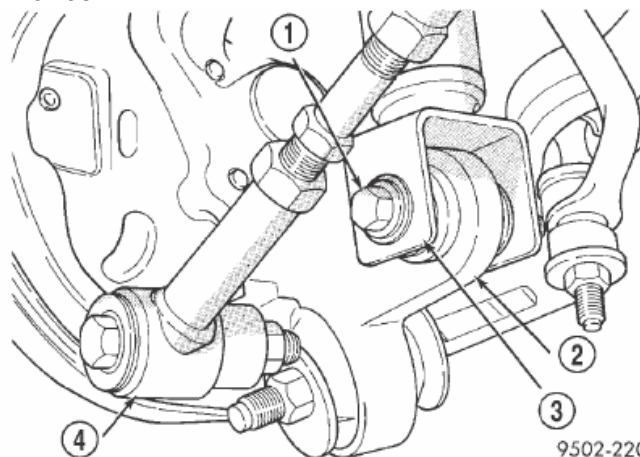

Рис. 15 КРЕПЛЕНИЕ АМОРТИЗАТОРА К ШАРНИРУ ПОВОРОТНОГО КУЛАЧКА
(1) Поднять автомобиль.
(2) Снять оба задних колеса.
(3) Отвинтить гайку и вынуть соединительный болт крепления скобы амортизатора к шарниру заднего поворотного кулачка (рис. 15) с обеих сторон автомобиля.